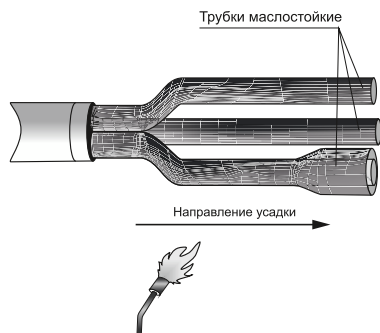

Рисунок 5
4.12 Надеть на жилы кабелей трубки маслостойкие (прозрачные) до упора в «корешок» разделки кабеля. При необходимости обрезать верхнюю часть трубок по длине жилы. Усадить каждую трубку, начиная с «корешка», равномерным прогревом пламенем горелки и далее, двигаясь к концу жилы (рисунок 5).